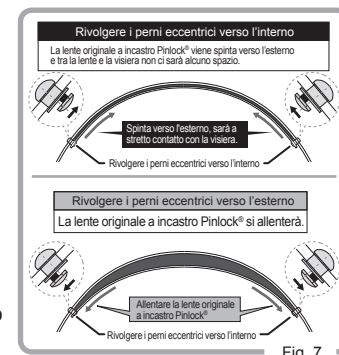

Fig. 7
2. Regolare i perni esterni utilizzando lo strumento adatto. (Fig. 7)